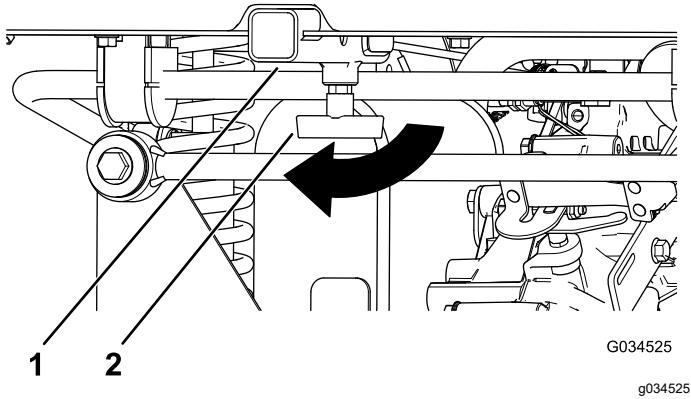

Рисунок 18
1. Ослабьте Т-образную рукоятку, повернув ее по часовой стрелке (Рисунок 18).
2. Вставьте вспомогательное приспособление в приемное устройство до совмещения отверстий (Рисунок 18).